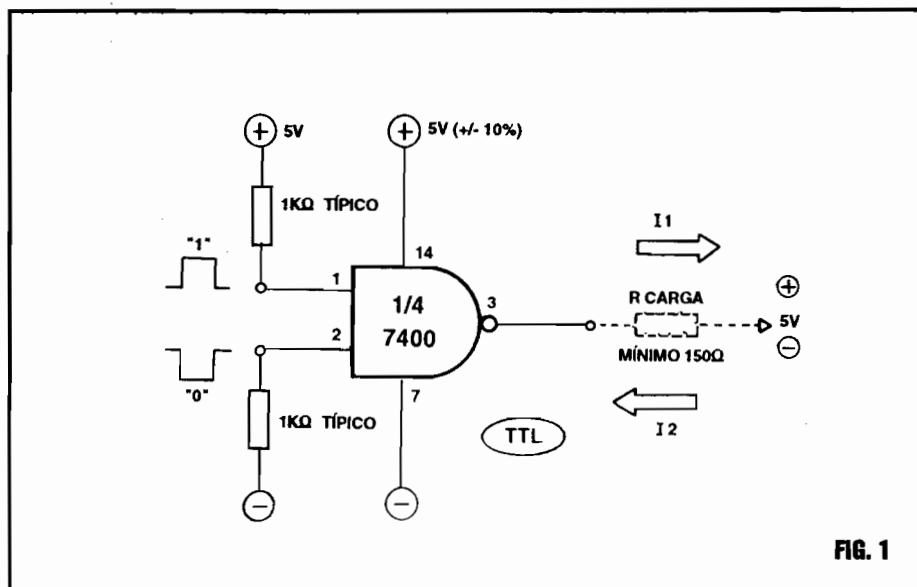

FIG. 1
- **FIG. 1 - UM GATE TÍPICO TTL** - Tomando como exemplo básico um **gate NAND** de 2 Entradas (1/4 de Integrado 7400...), observem, inicialmente, suas necessidades de alimentação (aplicada nos pinos 14 e 7, respectivamente para o **positivo** e **negativo**...), que deve situar-se em rigorosos 5V (mais ou menos 10%). As Entradas interpretam como "baixo" ou "0", um nível de Tensão igual